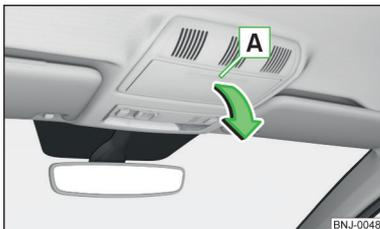

Fig. 82
- Presionar la tapa del compartimento para las gafas en la zona **A** » fig. 82.
- Gire el compartimento en el sentido contrario al de la flecha » fig. 82 hasta que se oiga que encastra.